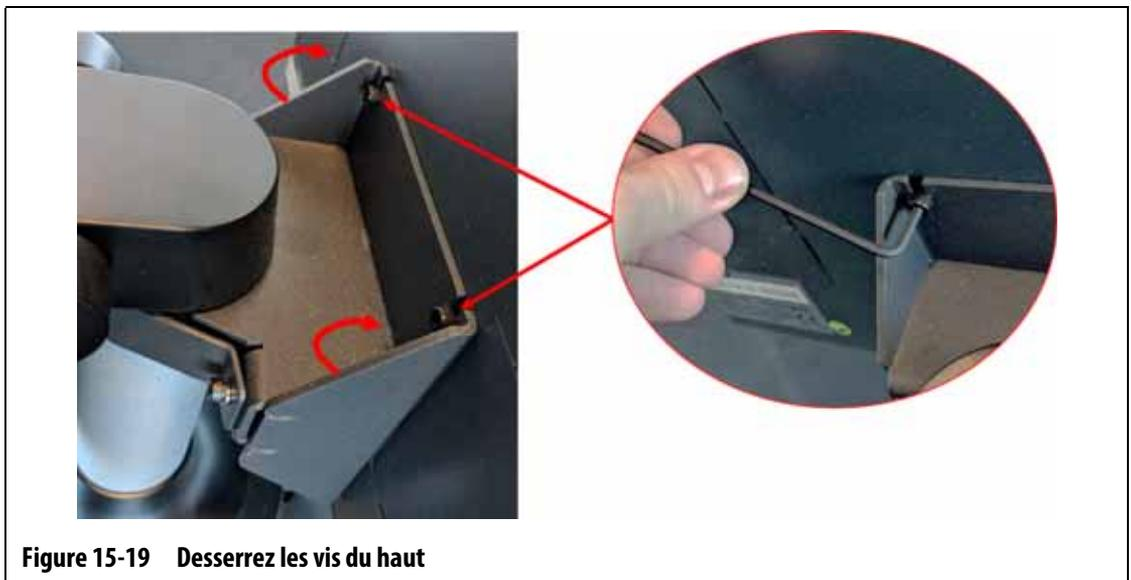

Figure 15-19 Desserrez les vis du haut
8. Trouvez les deux fixations supérieures qui maintiennent de l'unité MCU sur le support de montage et desserrez-les à l'aide d'une clé Allen à angle droit de 4 mm ou d'une clé hexagonale. Veuillez-vous reporter à Figure 15-19.